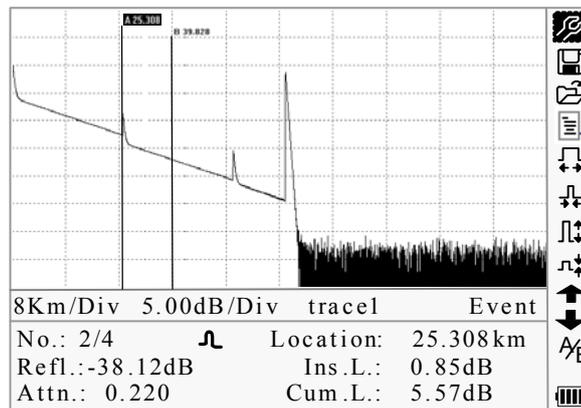
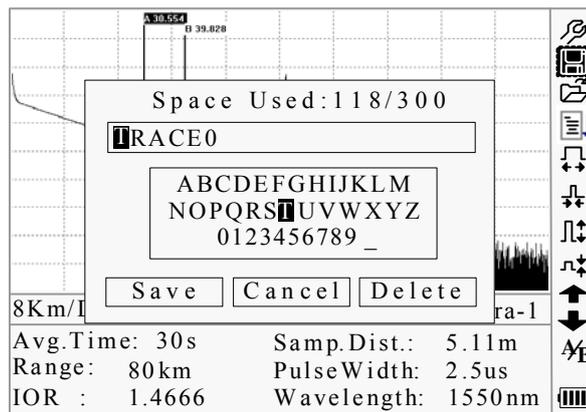
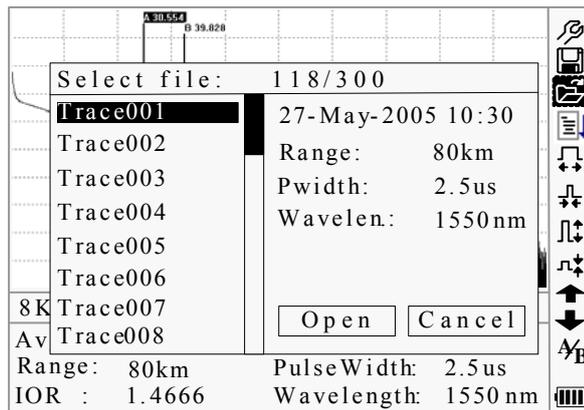

Figura 4-4. Misurazione traccia di palmOTDR
Figura 4-5. Save Trace
Figura 4-6. Sfoggia tracce salvate
– Dopo un certo periodo di tempo, la traccia viene visualizzata sul GUI. La traccia nella figura che segue è una traccia durante la misurazione, sarà aggiornata per ogni certo periodo di tempo per dimostrare tutto il processo per gli utenti in tempo reale. Ma alla fine della misurazione, la traccia sarà definitiva, come mostrato nella Figura 4-4.
Sotto GUI della figura 4-4., premere [] e gli elementi dell'informazione window verranno visualizzati: parametri di misurazione → informazioni analisi → lista eventi → informazioni dell'indicatore A/B → fibra → misurazione parametri
Sotto GUI della figura 4-4, premere [], si passerà da informazione window a informazioni lista eventi
Sotto GUI della figura 4-4., usare [] e [] per selezionare ^A/_B, e poi premere [Enter/invio] per passare all'indicatore A/B.
Sotto GUI della figura 4-4., premere [] per passare da informazione window a indicatore A/B.
- Sotto GUI della figura 4-4., usare [▲] e [▼] per selezionare , poi premere [Enter/invio] per ingrandire la traccia orizzontale; oppure premere insieme i tasti [Shift/⌘]+[▶] sulla tastiera.
Sotto GUI della figura 4-4., usare [▲] e [▼] per selezionare , e premere [Enter/invio] per ridurre la traccia. O per ridurre la traccia orizzontale premendo [Shift/⌘]+[◀] sulla tastiera.
- Sotto GUI della figura 4-4, premere [▲] e [▼] per selezionare , poi premere [Enter/invio] per ingrandire verticalmente; o per ingrandire la traccia verticale premendo insieme [Shift/⌘]+[▲] sulla tastiera
- Sotto GUI della figura 4-4, premere [▲] e [▼] per selezionare , poi premere [Enter/invio] per ridurre la traccia verticale. Oppure premendo insieme [Shift/⌘]+ [▼] sulla tastiera.
- Sotto GUI della Figura 4-4., usare [▲] e [▼] per evidenziare , e poi [Enter/invio] per entrare, come mostrato nella Figura 4-5.
Sotto GUI della Figura 4-4, usare [▲] e [▼]per evidenziare  , premere [Enter/invio] per confermare, come mostrato nella Figura 4-6.